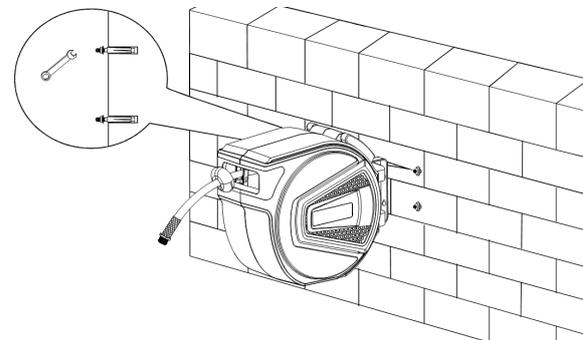

Abb. 4: Montage
Schritt 3: Bringen Sie die Spannschrauben in die Wand ein. Befestigen Sie die Halterung mit einem Schraubenschlüssel an der Wand mit Hilfe der mitgelieferten Schrauben (Abb. 4).